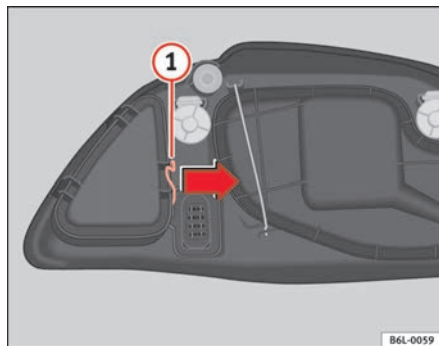

Fig. 146 Luz de población
- Desplace el tirante ① ⇒ fig. 146 en el sentido de la flecha y retire la tapa.